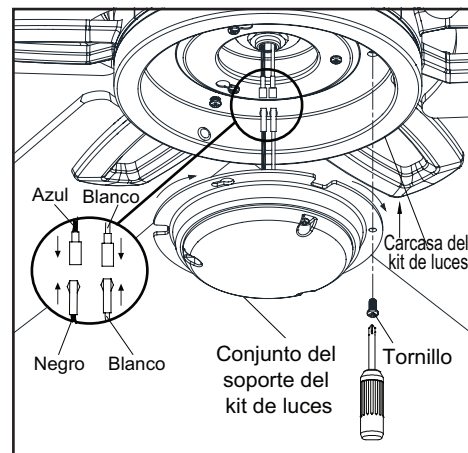

Figura 14
3. Quita un tornillo de la carcasa del kit de luces y afloja, pero no quites los otros dos. Conecta los cables del conjunto el soporte del kit de luces a los cables del conjunto del motor del ventilador uniendo los enchufes moldeados del adaptador. Coloca con cuidado todos los cables y empalmes dentro de la caja del interruptor. (Figura 14)
Vuelve a instalar el tornillo que retiraste en el paso 3 y apriétalo firmemente. (Figura 14)